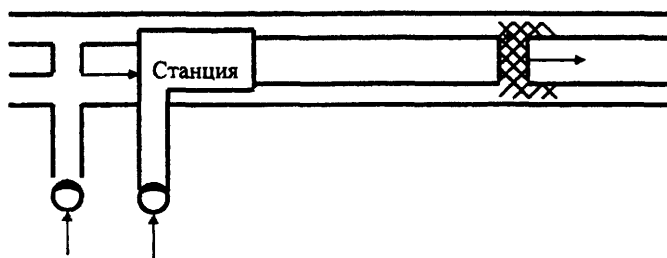

Рис. 8
- вентиляционная шахта, расположенная за станцией, включается на приток (рис.8);